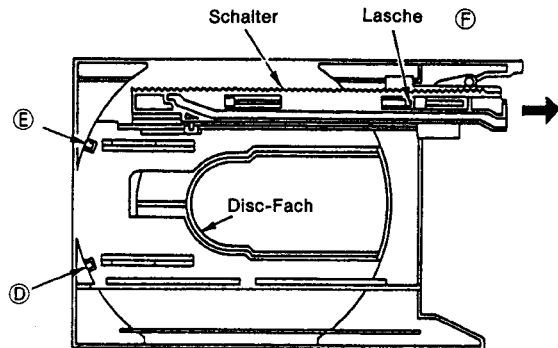

Abb. 4
## (3) Austausch des Disc-Halters (Abb. 4)
Entfernen Sie die Disc-Lade und entfernen dann die Laschen ① und ② des Disc-Fachs in Abb. 4. Nehmen Sie das Disc-Fach anschließend nach oben heraus.
## (4) Austausch der Schalter (Abb. 4)
Stellen Sie die Schalter wie in Abb. 4 dargestellt ein und heben die Schalter-Lasche mit einem flachen Schraubenzieher ca. 1 mm an. Ziehen Sie dann den Schalter in Pfeilrichtung heraus.